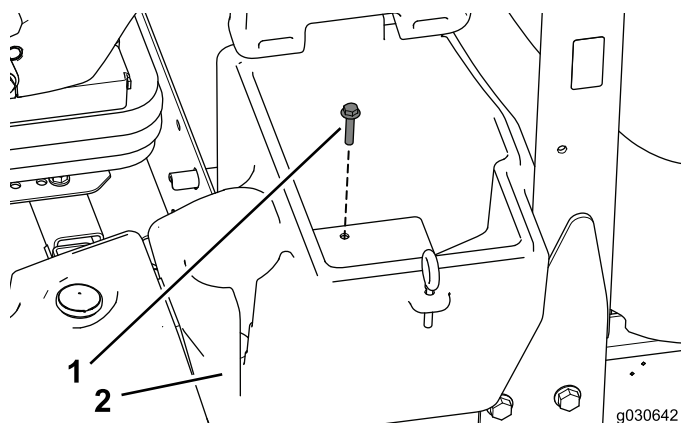

Figura 1
1. Retire o parafuso que prende o compartimento de armazenamento localizado no lado esquerdo da máquina (Figura 1) e coloque-o de lado.